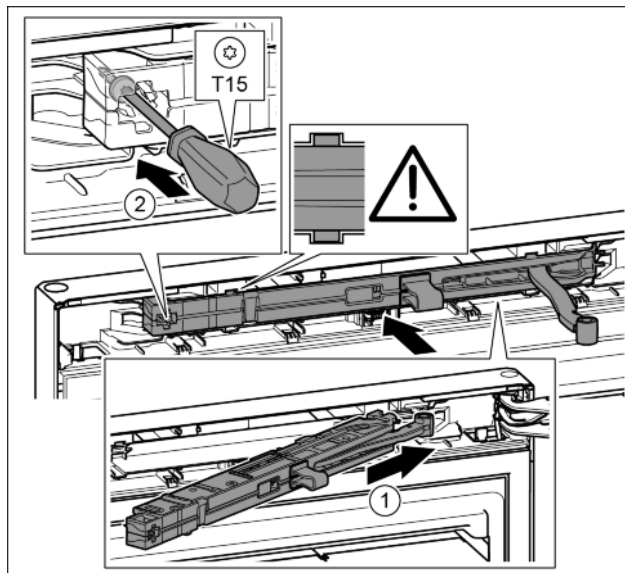

Fig. 24
- Introduire à fond l'amortisseur de fermeture du côté du support de palier dans la rainure en l'inclinant. Fig. 24 (1)
- Serrer la vis avec un tournevis T15. Fig. 24 (2)